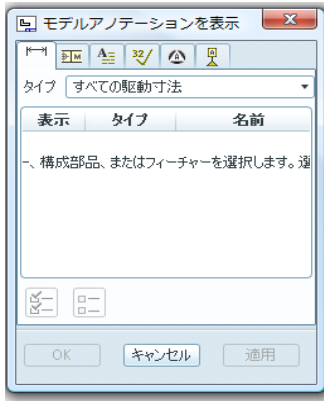

図 10-14 アノテーション表示
- 1) 製図モードの「アノテーション」アノテーションをクリックして、「モデルアノテーション表示」をクリックするとモデルアノテーション表示ダイアログボックスが表示される。タブをクリックし、タイプに「すべての駆動寸法」を選択する（図 10-14）。